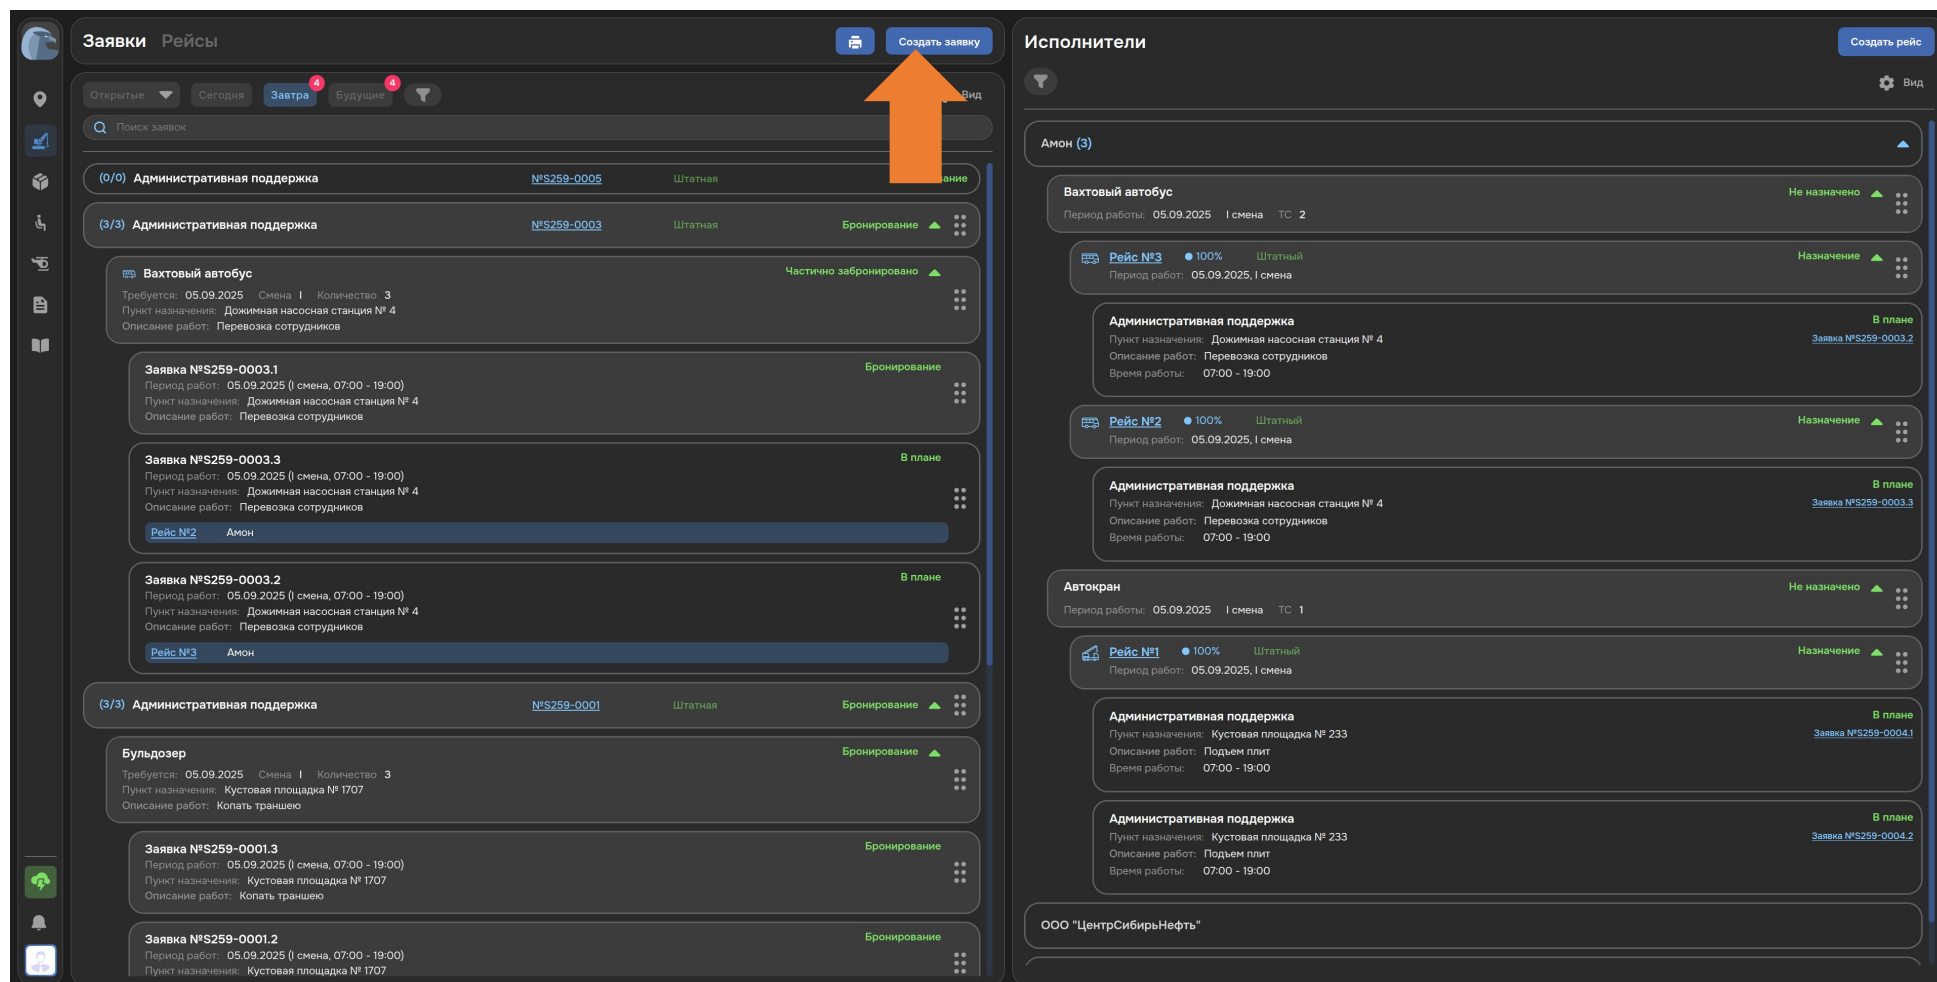

Рисунок 12. Раздел «Спецтехника»
1. Откройте раздел «Спецтехника» (см. Рисунок 12).
2. Нажмите кнопку «Создать заявку» (см. Рисунок 12).